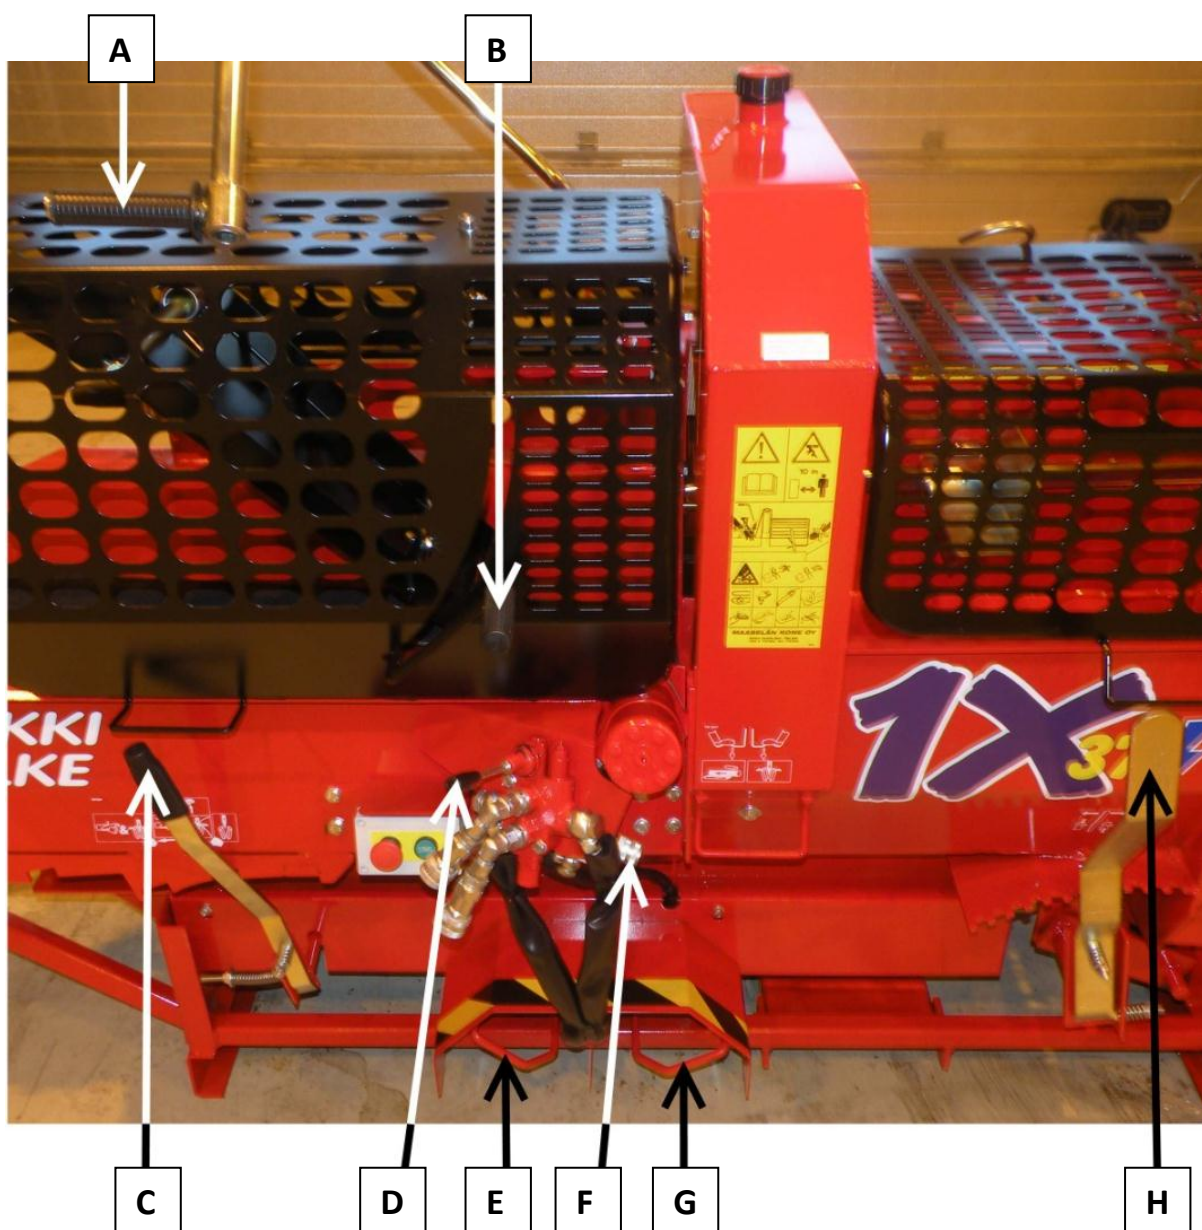

Bild 19. Maskinens (basmodellens) manöverorgan
Manöverorganen för vedmaskinen Hakki Pilke 1X37 (basmodellen) beskrivs i bild 19. Manöverorganens namn och funktioner är följande:
1. Justera längden på den ved som ska kapas genoom att placera klyvens driftspak C (på bild 19) i läget Sluta, varvid du kan öppna klyvbettets skydd.
Om Hakki Pilke 1X37 vedmaskinen är försedd med en vändbar utmatningstransportör roterar utmatningstransportörens band med hjälp av en hydraulisk motor. Du kan ändra bandets rotationshastighet med justeringen **F** på bild 19. Vänd transportören i sidled med ställspak A och handtag B enligt följande: